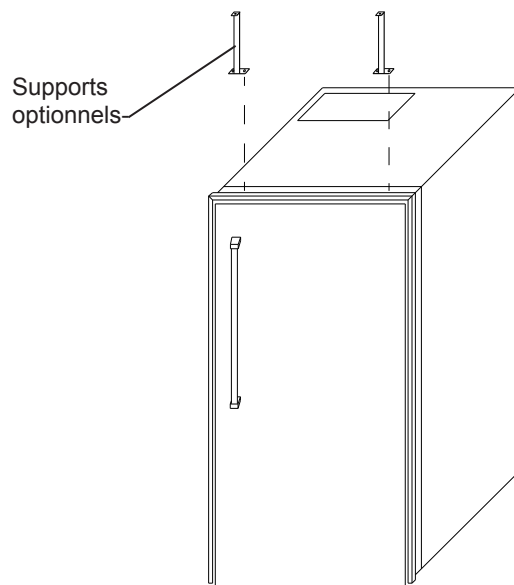

Figure 20 Style 2
1. Utilisez deux vis (référence 91180-000) pour fixer chaque support sur le haut d'armoire. Voyez les Figures 20 et 21.